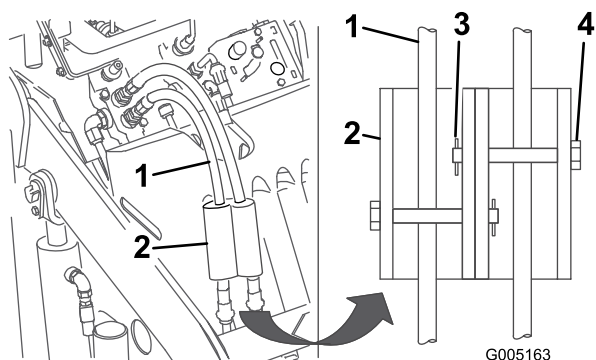

Bild 21
7. Montieren Sie die Zylinderschlösser über die Hydraulikschläuche und befestigen Sie diese mit den Lastösenbolzen und den Splints (Bild 21).